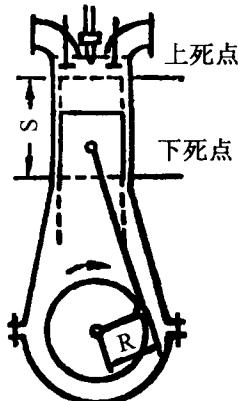

图 1-1 柴油机示意图
3. 行程：也叫冲程。指活塞从一个死点移动到另一个死点之间的距离。一般用字母 S 表示。它等于曲柄半径的两倍 ($S=2R$)。如图 1-1 所示。